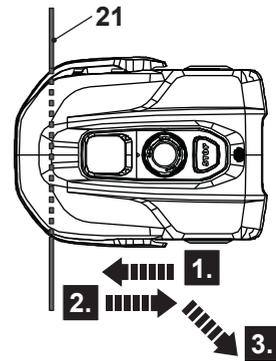

Fig. 19
- > Lorsque le câble périphérique (21) est détecté et que la tondeuse robot doit revenir à la station de charge, elle va suivre le câble périphérique dans le sens anti-horaire pour revenir à la station de charge.
- > Lorsque le câble périphérique (21) est détecté pendant le travail de coupe, la tondeuse robot va s'arrêter, reculer, tourner et commencer à rouler dans une autre direction (Fig. 19).